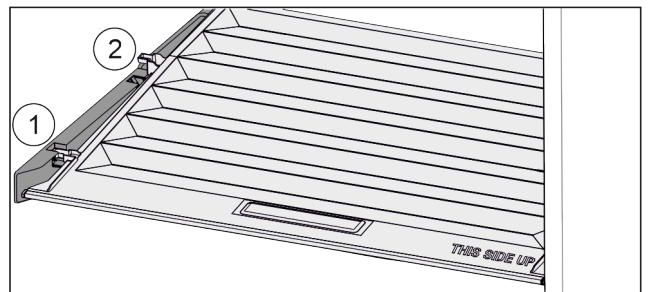

Fig. 93
- ▶ Dra locket framåt Fig. 93 (1) till öppningen i fästdelarna.
- ▶ Lyft det baktill underifrån och ta ut Fig. 93 (2) det uppåt.